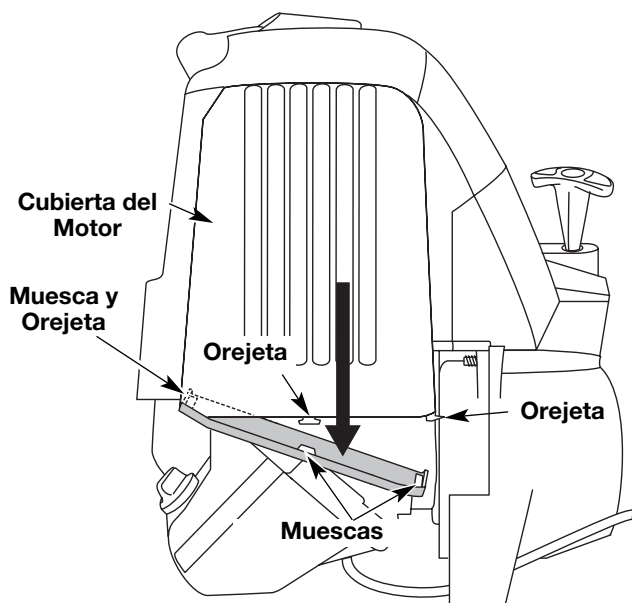

Fig. 39
1. Retire la cubierta del silenciador presionando la esquina con un destornillador de vástago plano (Fig. 39). Deslice las muescas a los lados de la cubierta del silenciador sobre las orejetas de la cubierta del motor y retire.
- Vuelva a colocar la cubierta del silenciador. Deslice las muescas a los lados de la cubierta del silenciador sobre las orejetas de la cubierta del motor y enganche en su lugar (Fig. 39).